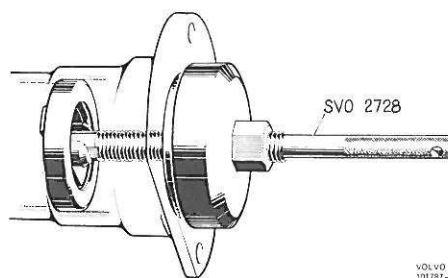

Figure 13. Démontage de la bague d'étanchéité
3. Extraire l'ancienne bague d'étanchéité à l'aide de l'extracteur SVO 2728, figure 13.